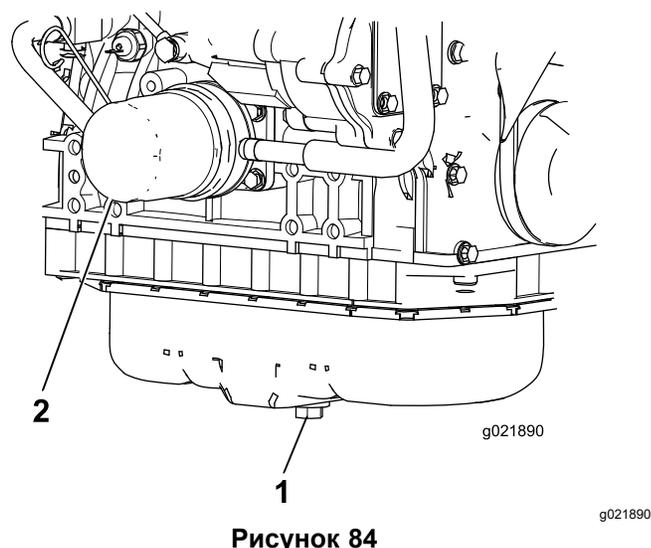

Рисунок 84
1. Снимите сливную пробку и дайте маслу стечь в сливную поддон (Рисунок 84).
3. Снимите масляный фильтр (Рисунок 84).